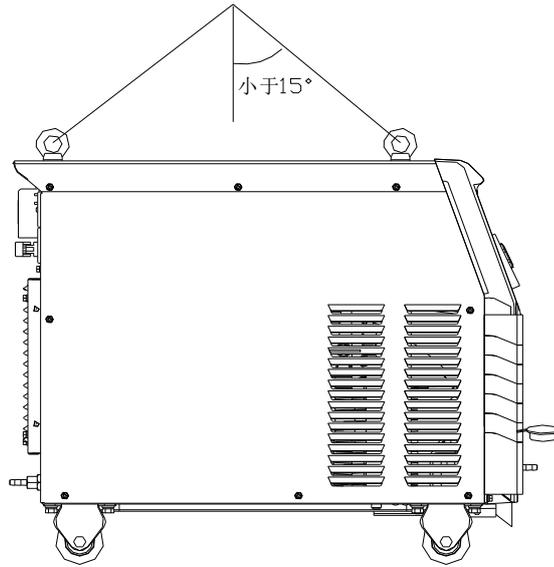

图2-1 搬运示意图
3. 对焊接机进行吊装时，请使用吊环装吊，并且要用 2 根吊带，吊带与垂直方向的夹角必须小于 15 度。如图 2-1 所示。